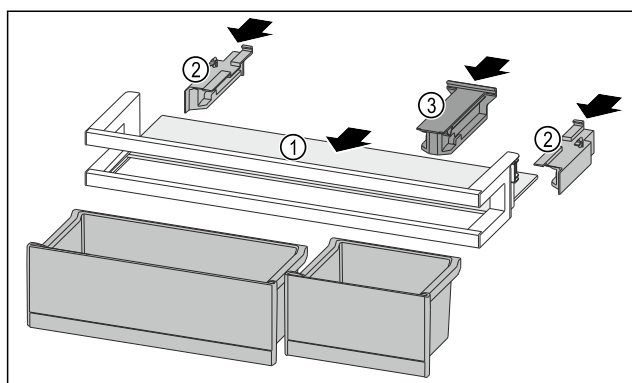

Fig. 239
- Insérer la tablette de rangement Fig. 239 (1) dans les évidements latéraux.
- Installer les parties latérales Fig. 239 (2).
- Installer la pièce de retenue Fig. 239 (3).